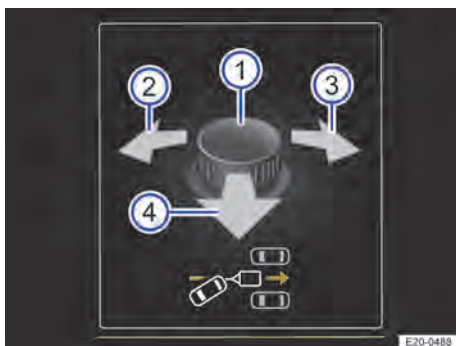
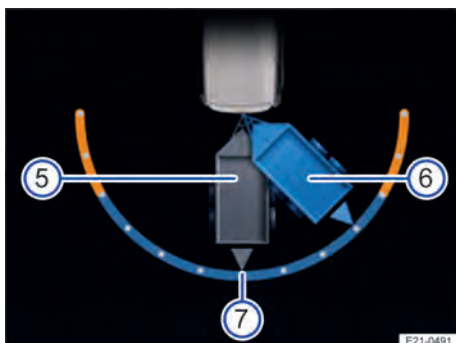

Fig. 137 Sur l'afficheur du combiné des instruments : réglage de l'angle de la remorque via la commande rotative du rétroviseur extérieur
Fig. 138 Sur l'afficheur du combiné des instruments : réglage du sens de la marche de la remorque
4. Manœuvrez la commande rotative jusqu'à ce que la position souhaitée soit atteinte → fig. 137 ①. Pour vous permettre de vous orienter, l'attelage est représenté dans sa position actuelle sur l'afficheur du combiné des instruments → fig. 138 ⑤.
6. Rectifiez si nécessaire l'angle à l'aide de la commande rotative → fig. 137 ①.
7. Tournez la commande rotative vers la gauche ② ou la droite ③ pour définir le sens de la marche.
8. Tirez la commande rotative vers l'arrière ④.